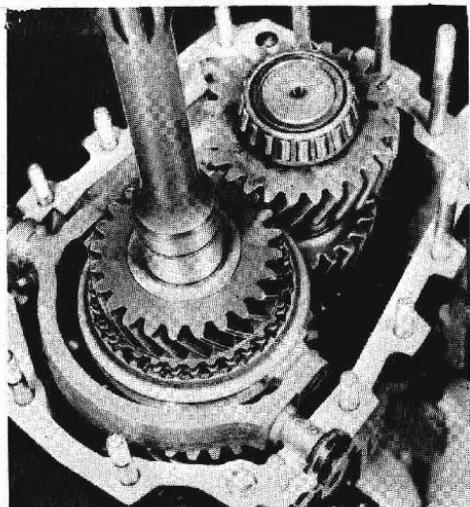

Fig. d-10
- Retirar la media carcasa delantera. Una vez desmontada la media carcasa delantera quedan accesibles todos los engranajes de la caja. Ver Fig. d-10.